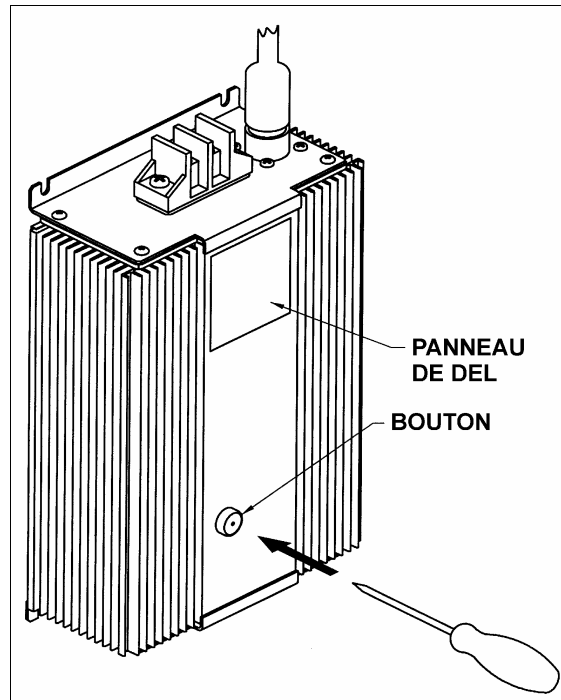

FIGURE 5
4. Entrer en mémoire la limite intérieure de la rallonge en appuyant une fois sur le bouton noir du boîtier électronique de commande. La DEL verte «OUT6» confirme que la limite de course est entrée dans la mémoire du boîtier électronique de commande (voir la figure 5).
6. Entrer en mémoire la limite extérieure de la rallonge en appuyant une fois sur le bouton noir du boîtier électronique de commande. La DEL verte «OUT6» confirme que la limite de course est entrée dans la mémoire du boîtier électronique de commande (voir la figure 5).